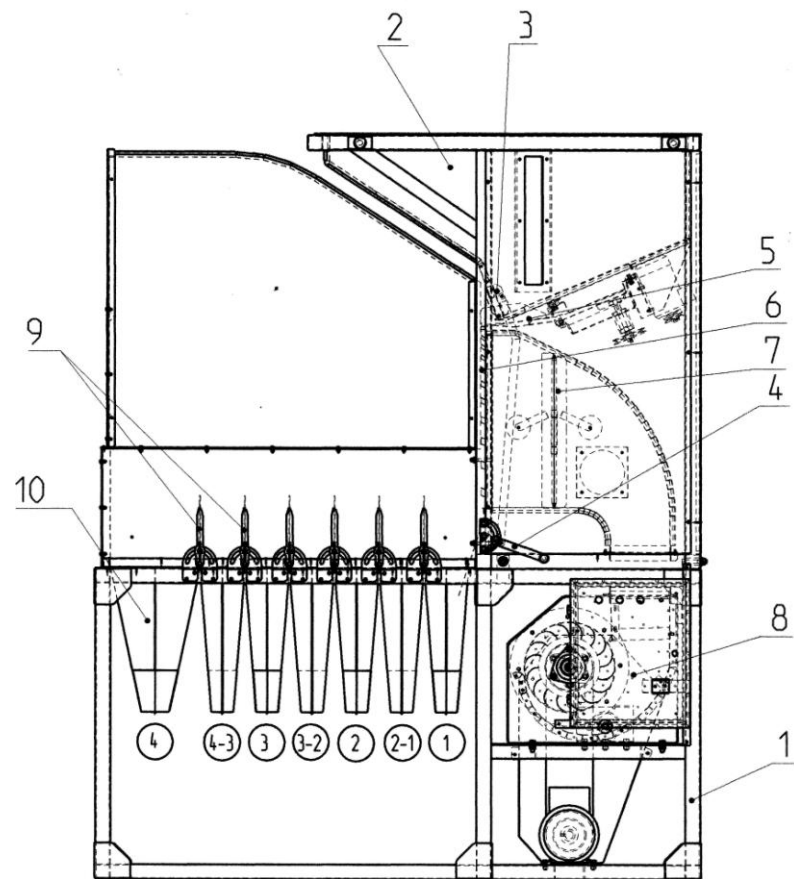

рис. 1
В состав машины (см. рис. 1) входят следующие основные части:
6.3. При необходимости производить очистку дросселя 7 (рис. 1) (при ухудшении качества выхода продукции из-за нехватки давления воздуха для сепарации). Для этого снять боковую часть облицовки, отвернуть флажки, фиксирующие крышку блока дросселя и вынуть блок. Отчистить его от пыли, легких примесей при помощи щетки либо сжатого воздуха, после чего установить обратно.
6.6. Подключить силовую кабель и заземление. При этом вращение вентилятора 8 (рис.1) должно соответствовать стрелке, указанной на вентиляторе.